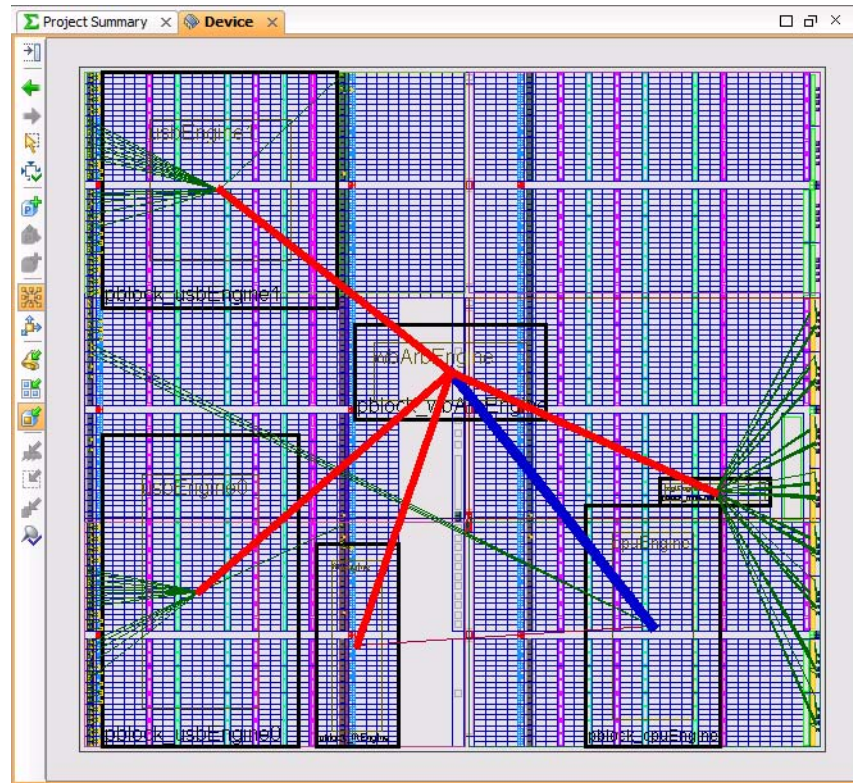

図 44：Pblock の形を変更して階層接続を表示
1. 必要であれば、Pblock の配置を調整して、接続の絡まりをほどきます (図 44)。